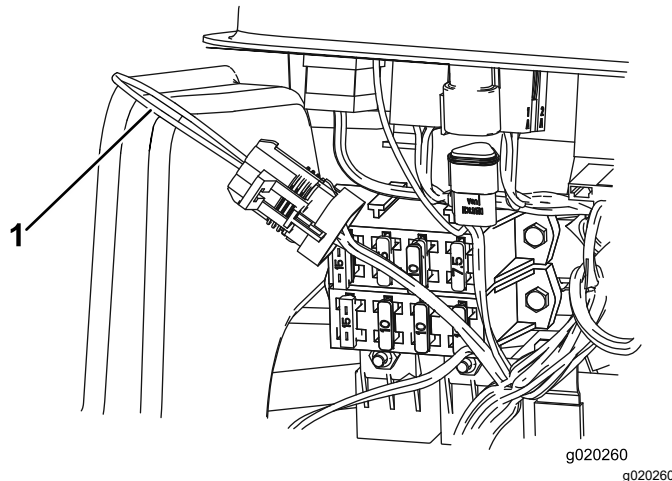

Рисунок 41
3. Найдите жгут проводов и шлейфовый разъем (Рисунок 41).